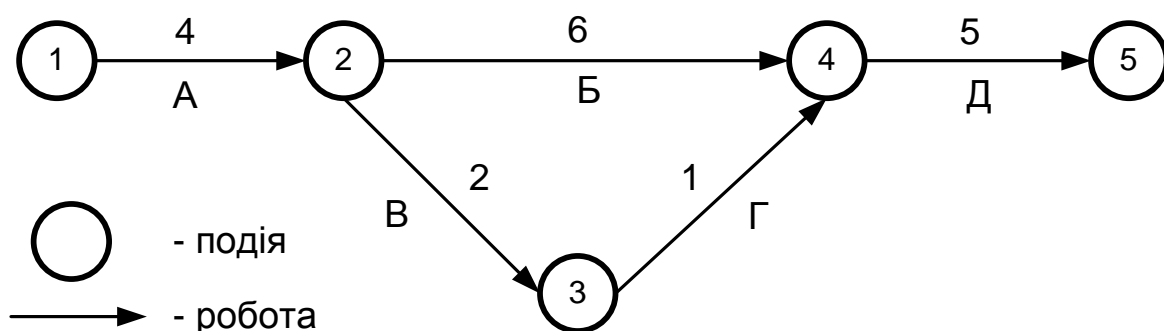

Рис. 1.1. Мережна модель типу "*Робота-стрілка*"
1) при першому підході стрілками на графіку зображуються роботи, а вершинами – події; такі моделі відносять до типу "*Робота-стрілка*" і називають **мережними графіками** (рис. 1.1);